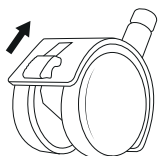

Fig. 1
- ◆ Pour simplifier le transport de l'appareil, ce dernier est doté de quatre roulettes **8/9**. Desserrez les leviers sur les deux roulettes avec leviers de blocage **9** en poussant les levier vers le haut (voir figure 1). L'appareil se laisse maintenant déplacer confortablement.